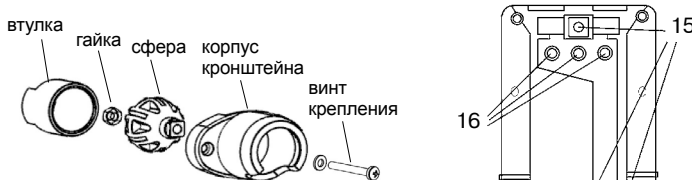

Рисунок 3 – Детали кронштейна
Извещатель состоит из основания (1) с закрепленной на нем печатной платой (3) и крышки (5). В комплект поставки входит кронштейн (рисунок 3). Крышка крепится к основанию четырьмя винтами (6) с использованием герметизирующей прокладки по периметру основания. Печатная плата фиксируется на основании зацепами (10), пружинной защелкой (11) и винтом (9).